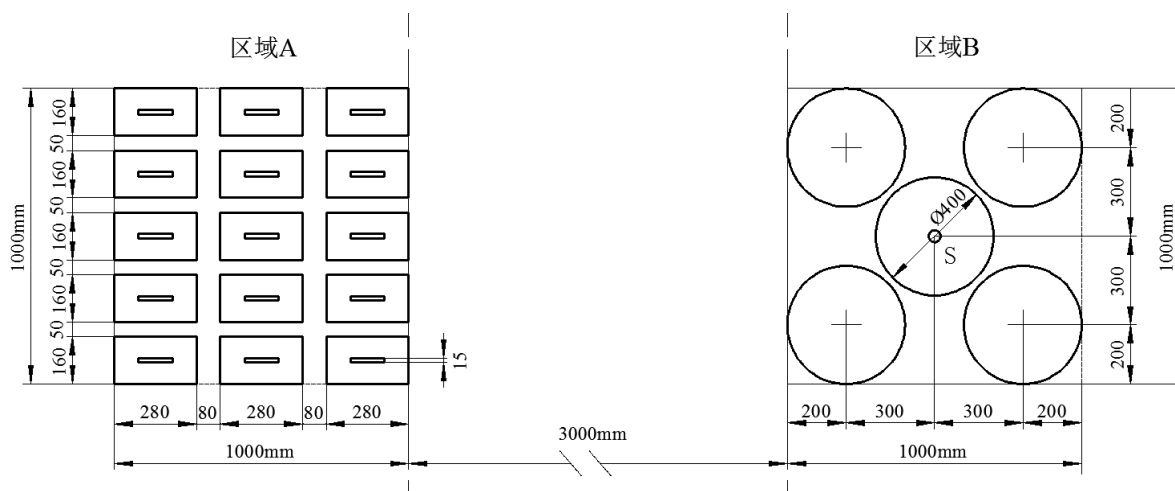

图 3. 搬运场地情况
(2) 搬运规则：从 A 区域搬运到 B 区域，两者间距为 3m，如图 3 所示。